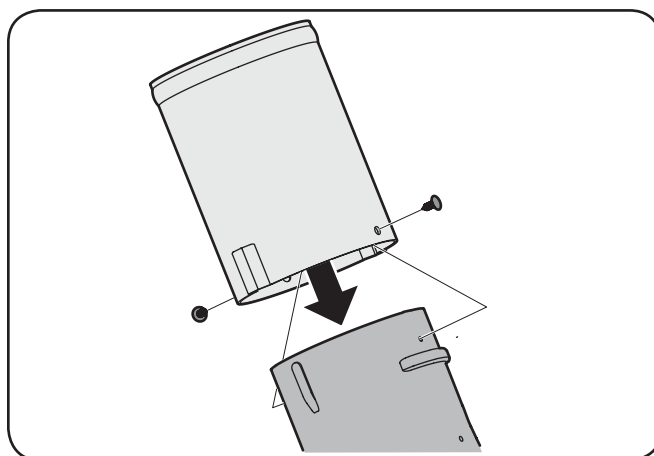

Figure 4-24
13. Installez l'adaptateur de la goulotte de descente sur le coude de la goulotte de descente en alignant les languettes et en glissant l'adaptateur sur le coude de la goulotte de descente, comme illustrée à la figure 4-24. Fixez l'adaptateur de la goulotte de descente en installant les deux agrafes de cliquet incluses dans le jeu de montage dans les trous fournis.